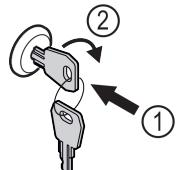

Fig. 170
- Iespiediet atslēgu Fig. 170 (1).
- Grieziet atslēgu par 90° pulksteņrādītāja virzienā Fig. 170 (2).